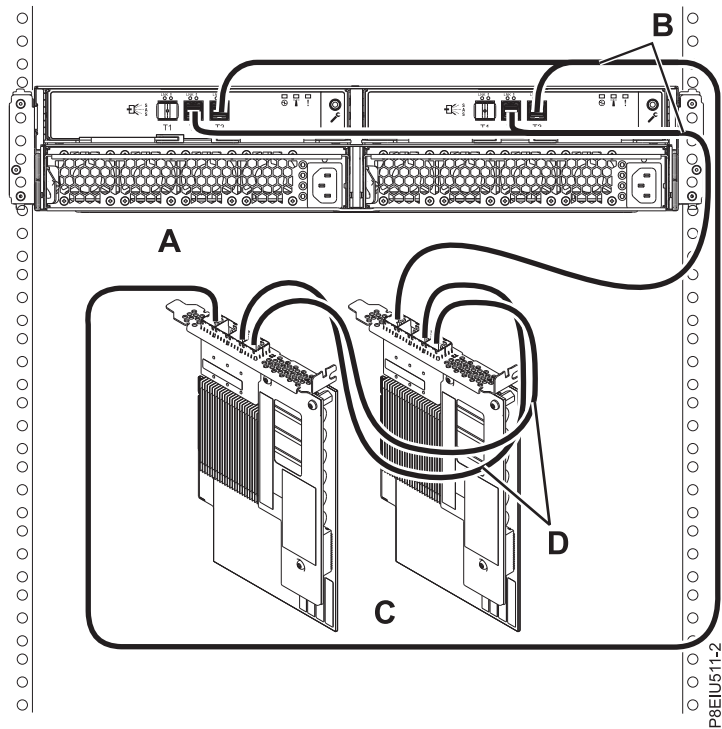

Рисунок 15. Подключение Блок памяти ESLL или ESLS с помощью кабеля YO12 к паре адаптеров SAS FC EJ0L или FC EJ14, соединенных кабелями AA, в режиме 1
15. Подключите один корпус (A) с помощью кабелей YO12 (B) к паре адаптеров SAS FC EJ0L или FC EJ14 (C), соединенных кабелями AA (D), в режиме 1 (см. рис. 15 на стр. 16) и перейдите к разделу “Подключение кабелей данных, кабелей питания и установка крышек” на стр. 21.
- Каждый адаптер в паре адаптеров SAS (C) обладает доступом к другому адаптеру и ко всем 12 или 24 отсекам накопителей.